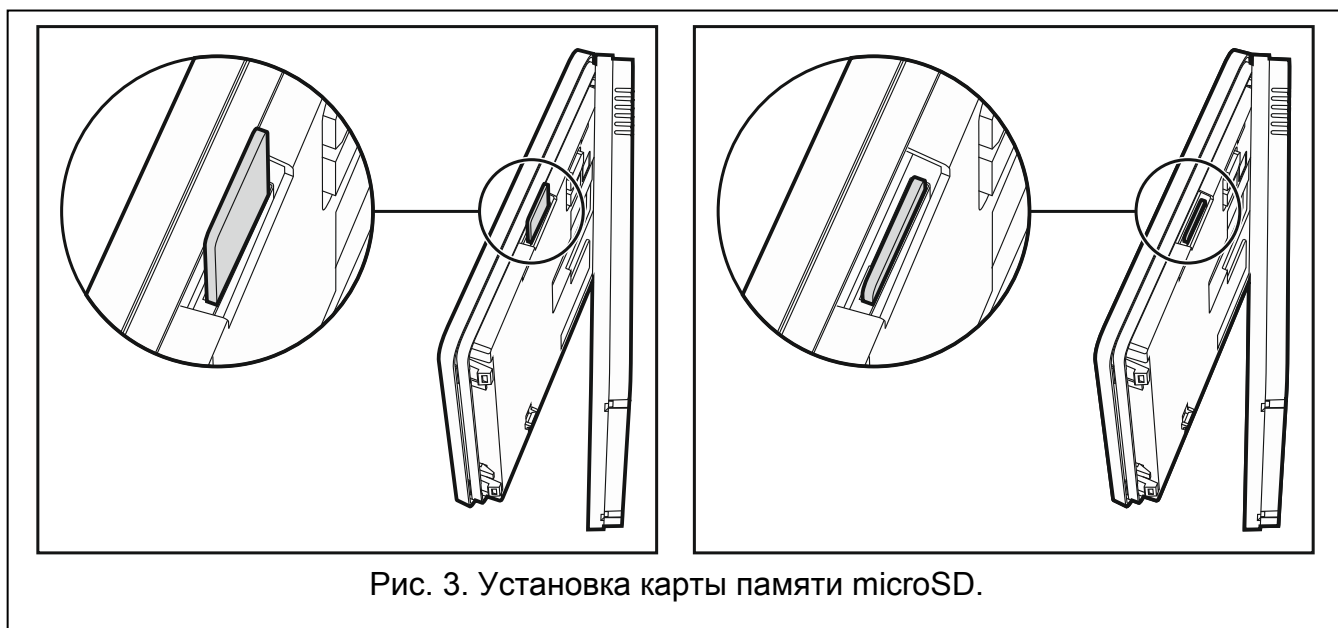

Рис. 3. Установка карты памяти microSD.
2. Установите карту в разъем (см.: рис. 3). Вы должны услышать щелчок, означающий ее блокировку в разьеме. Контакты карты должны быть направлены в сторону дисплея.